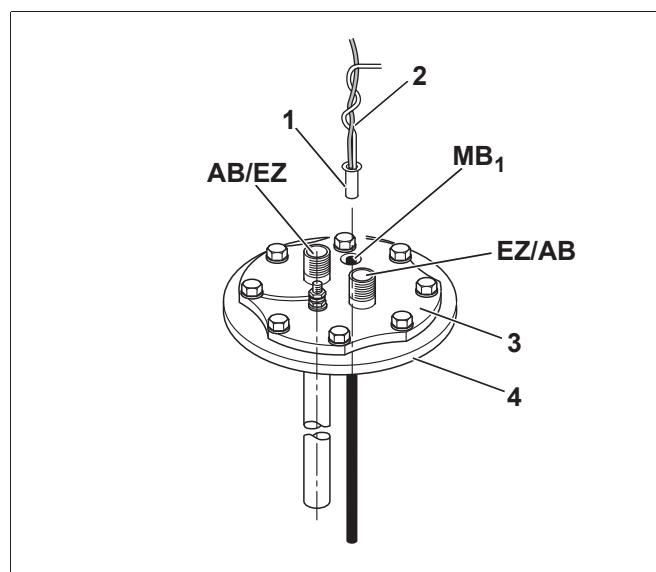

Рис. 8 Точка измерения MB_1
Установка датчика горячей воды (рис. 8):
- ▶ Вставьте датчик (рис. 8, [1]) с направляющей проволокой (рис. 8, [2]) до упора. Направляющая проволока находится в точке измерения MB_1 .